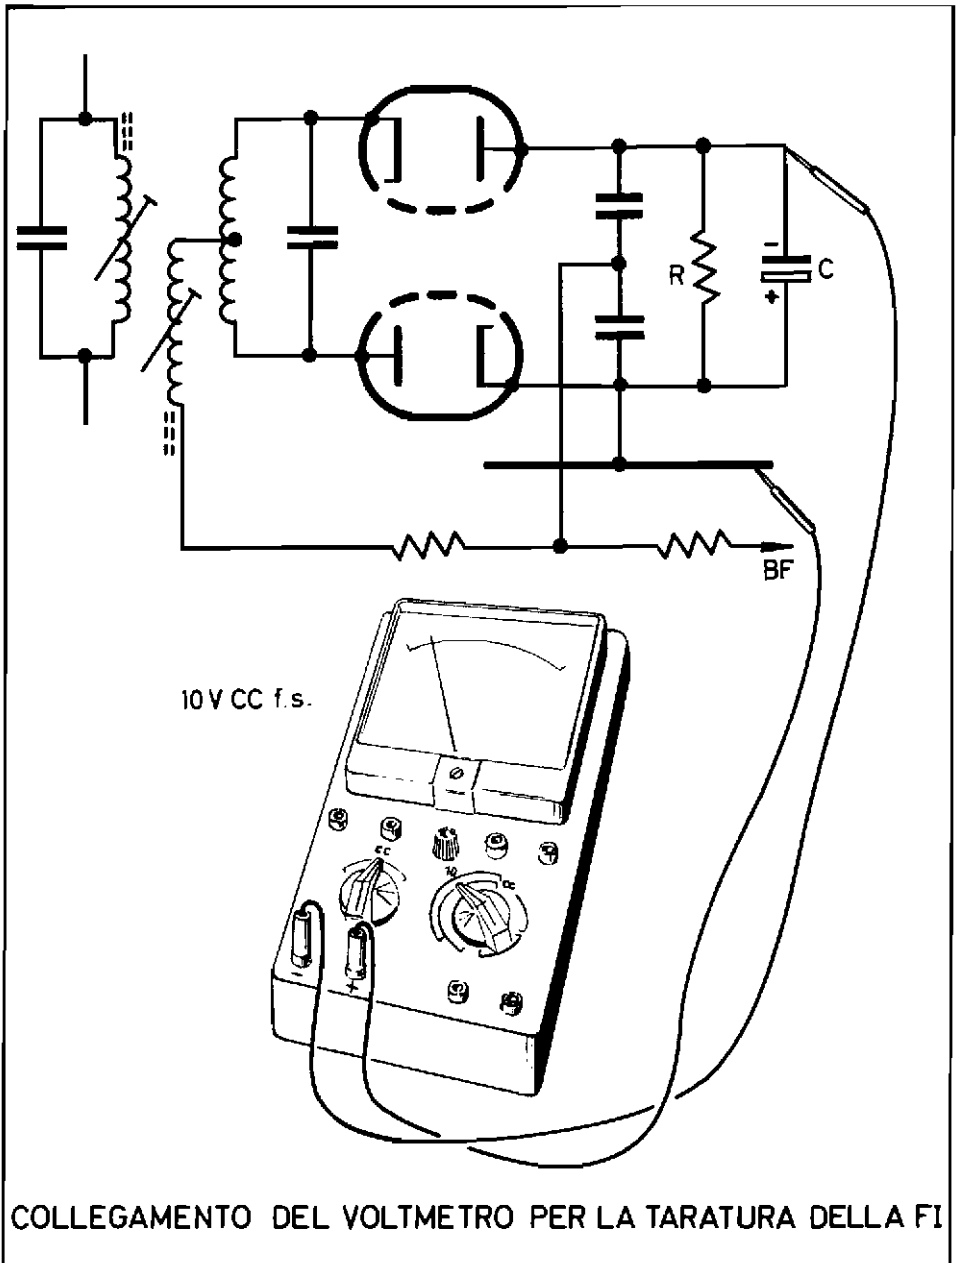

Fig. 11
d) Si dispone l'analizzatore (avente la sensibilità di almeno 10.000 Ω/V) sulla portata 10 V CC f.s., si collega il puntale positivo dell'analizzatore al telaio del ricevitore e si mette il puntale negativo a contatto con il terminale negativo del condensatore di rivelazione (*fig. 11*).
d) Si collega il puntale positivo del voltmetro, sempre disposto sulla portata 10 V CC, al telaio; si mette il puntale negativo a contatto con il terminale negativo del condensatore di rivelazione, come indicato nella *fig. 11*.